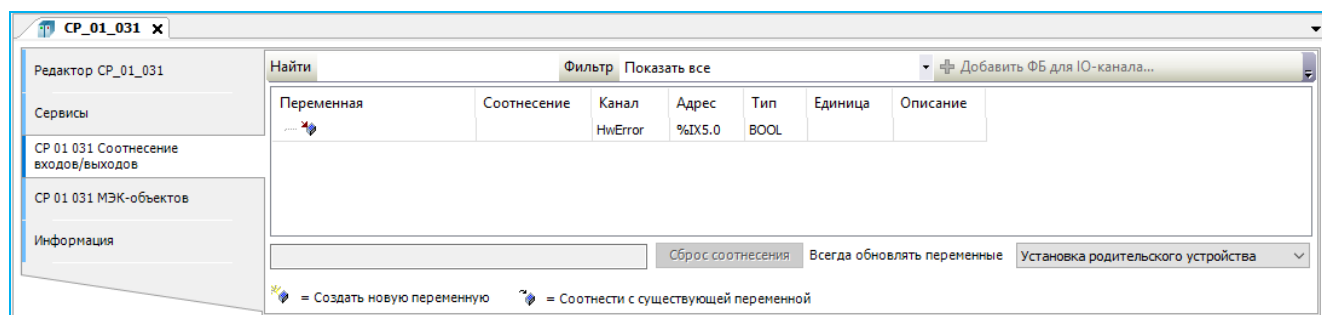

Рисунок 27 – Вкладка соотнесения входов/выходов модуля коммуникационного процессора
- для модуля коммуникационного процессора (Рисунок 27):